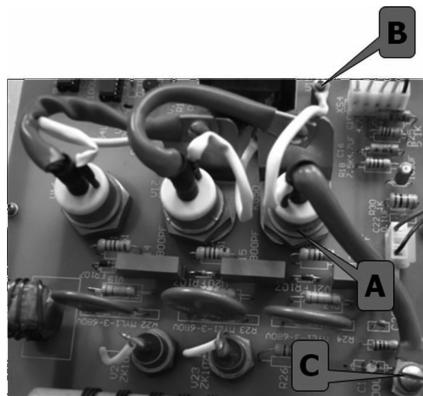

图4 发射机晶闸管实物图
(1) 闸管的阴极与门极(加发射脉冲)如图 4,BC 之间的电阻约 50 Ω 左右,使用普通的万用表直接可以测量。
(2) 晶闸管的阴极与阳极 AB 之间的电阻非常大,基本达到 M Ω 级或无穷大。
需要注意的是测量时需要将 B 和 C 端拆卸下来测量。如图 4 是 L 波段雷达发射机晶闸管实物图。